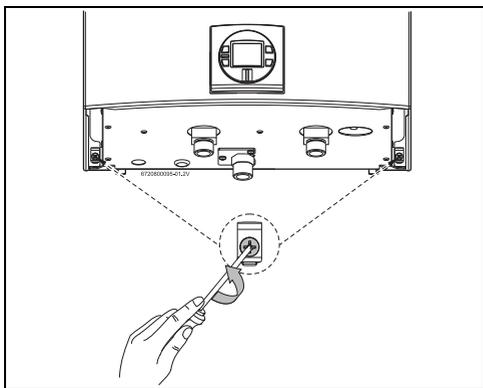

Рис. 23 Ослабьте два винта
- ▶ Ослабьте два винта с крестообразной головкой в правой нижней части панели (Рис. 23).